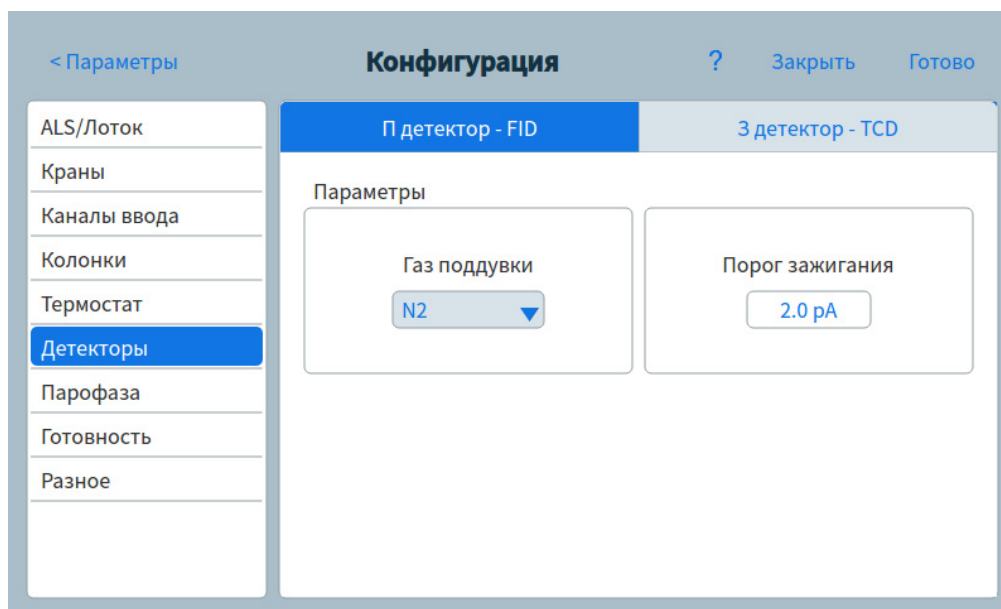

Рис. 57. Страница детекторов
- 1 Выберите **Параметры > Конфигурация > Детекторы**, затем выберите вкладку детектора, который необходимо сконфигурировать. См. **Рис. 57**.